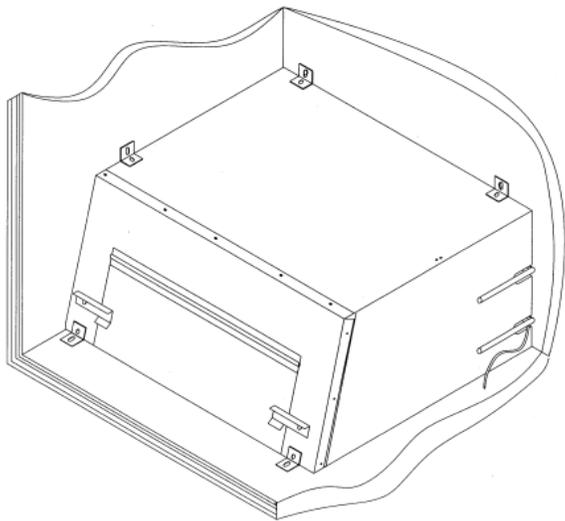

Figura 8.2 Cubierta de la unidad de refrigeración sin sistema EnergyStar
3. Retire la cubierta de la unidad de refrigeración. (Consulte **Figura 8.2**).
- a. Localice las ranuras en la esquina trasera derecha de la cubierta (Consulte **Figura 8.2**).